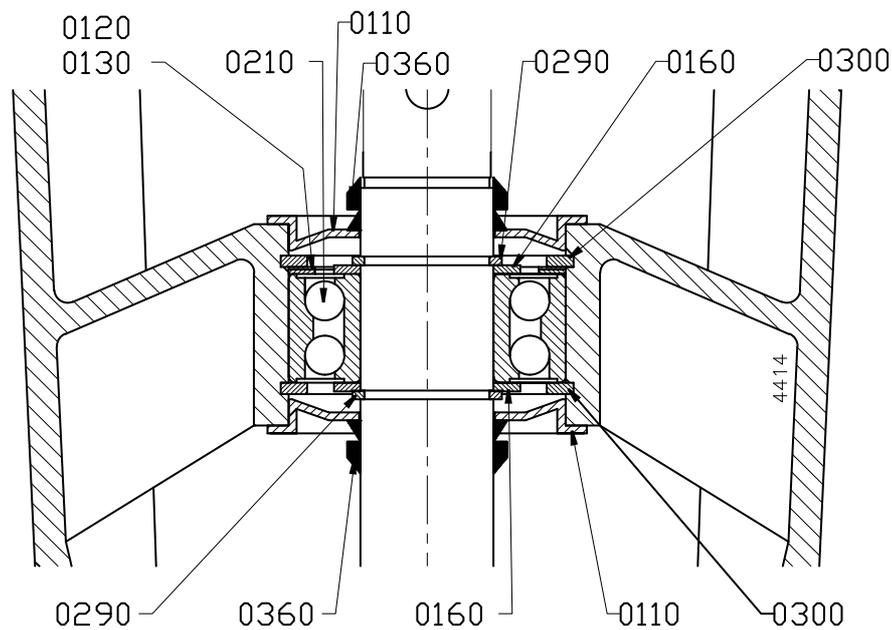

Figura 9: Montaggio cuscinetti.
- 1 Montare l'anello di sicurezza interno inferiore (0300) e il cappello inferiore del cuscinetto (0110), vedere la figura 9.